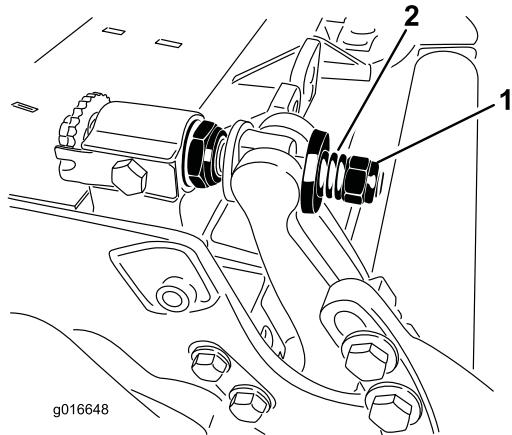

Figure 33
5. Serrez l'écrou de tension du ressort jusqu'à ce que les spires soient jointives, puis desserrez-le de 1/2 tour (Figure 33).
11. Serrez l'écrou sur chaque vis de réglage de la barre d'appui jusqu'à ce que le ressort de compression soit complètement comprimé, puis desserrez l'écrou de 1/2 tour (Figure 33).